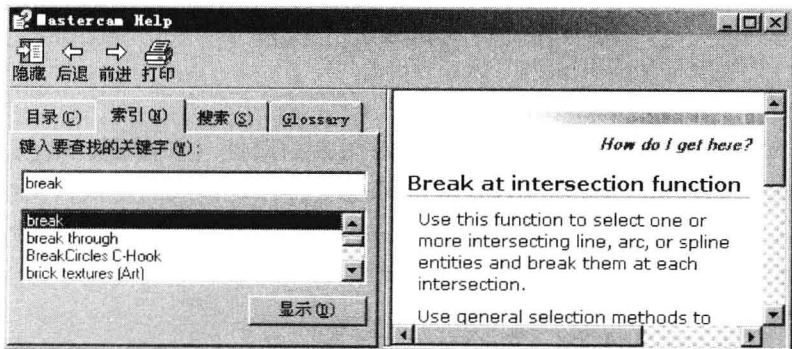

图 1-5 《Mastercam Help》电子书
12) 【帮助】：提供系统帮助，是指导用户使用方向的全面手册。如打开【帮助】菜单下的【帮助目录】选项，系统弹出《Mastercam Help》电子书供用户参考学习，如图 1-5 所示，用户可在【索引】选项卡输入需要查询的内容，系统则即时显示相关的内容。